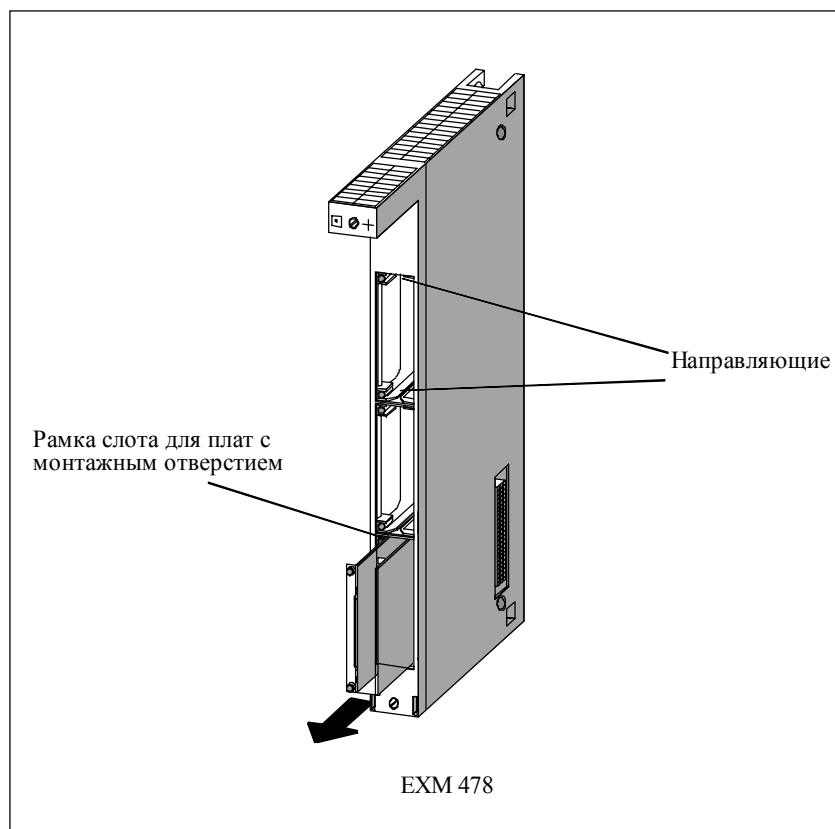

Рис. 10-21. Вынимание интерфейсного субмодуля из слота для плат модуля расширения
6. Осторожно вытащите интерфейсный submodule из направляющих слота для модулей (см. рис. 10-21).